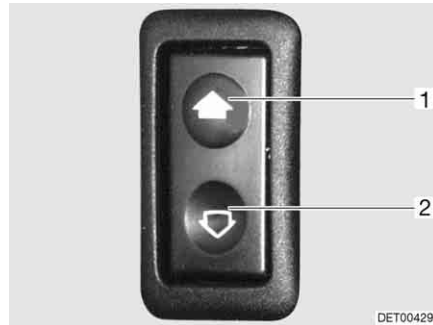

Fig. 30 Interrupteur pour lève-vitres électriques
- Ouvrir :* ■ Appuyer sur la partie inférieure du commutateur (Fig. 30,2).
- Fermer :* ■ Appuyer sur la partie supérieure du commutateur (Fig. 30,1).